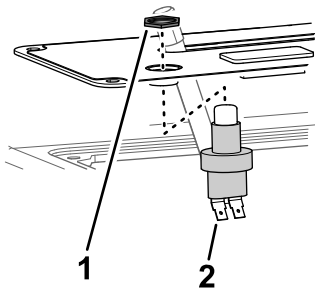

Bild 5
3. Montieren Sie den Schalter mit der Klemmmutter am Armaturenbrett und ziehen die Klemmmutter mit der Hand an (**Bild 5**).